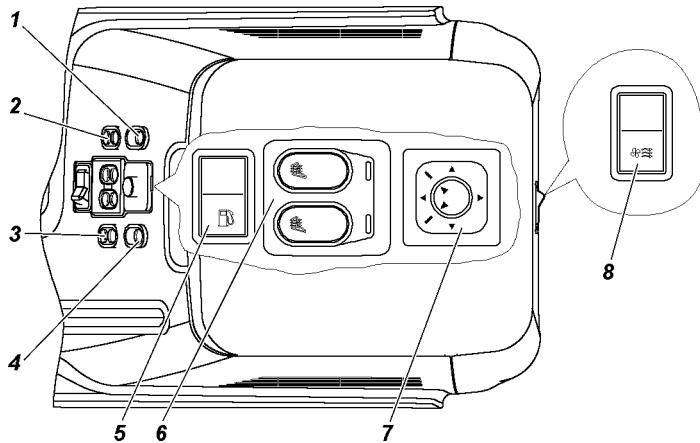

Рис. 3.7. Блоки и клавиши управления (наименование позиций см. в тексте)
**15 -блоки управления** (см. рис. 3.7).
На рис. 3.7 изображен напольный контейнер с блоками и клавишами управления.